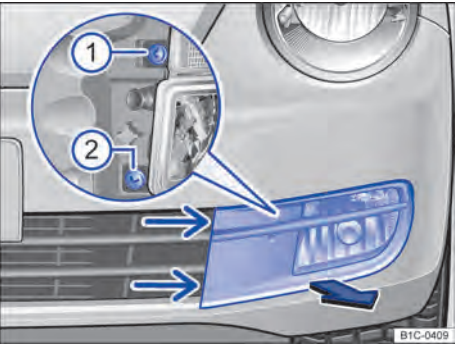
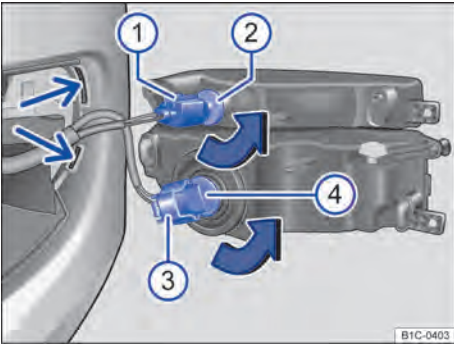

Fig. 179 No para-choque dianteiro à esquerda: desinstalar o farol.
Fig. 180 Substituir a lâmpada incandescente do farol.
Lanterna dianteira dos indicadores de direção ⇒ Fig. 180 ②	Farol de neblina / farol direcional ④
2.	Empurrar a cobertura nos encaixes ⇒ Fig. 179 (setas finas) com o gancho extrator das ferramentas de bordo ⇒ Página 278 um pouco para frente até que os encaixes se soltem.
3.	Puxar a cobertura, iniciando por dentro, para frente no sentido da seta ⇒ Fig. 179.
4.	Desaparafusar os parafusos de fixação ① e ② com a chave de fenda das ferramentas de bordo ⇒ Página 278.
5.	Rebater o farol um pouco para frente e removê-lo do alojamento lateral ⇒ Fig. 180 (setas pequenas).
6.	Destruar e retirar o conector ①.	Destruar e retirar o conector ③. ▶
7.	Girar o suporte da lâmpada ② no sentido da seta para a esquerda até o batente e, com a lâmpada incandescente, retirar para trás.	Girar o suporte da lâmpada ④ no sentido da seta para a esquerda até o batente e, com a lâmpada incandescente, retirar para trás.
10.	Encaixar o conector ① no suporte da lâmpada ②. O conector precisa encaixar audivelmente.	Encaixar o conector ③ no suporte da lâmpada ④. O conector precisa encaixar audivelmente.
11.	Encaixar o farol no alojamento ⇒ Fig. 180 (setas pequenas) e rebater para trás.
12.	Apertar os parafusos de fixação ⇒ Fig. 179 ① e ② com a chave de fenda.
13.	Encaixar a cobertura no para-choque, começando por fora ⇒ Fig. 179.